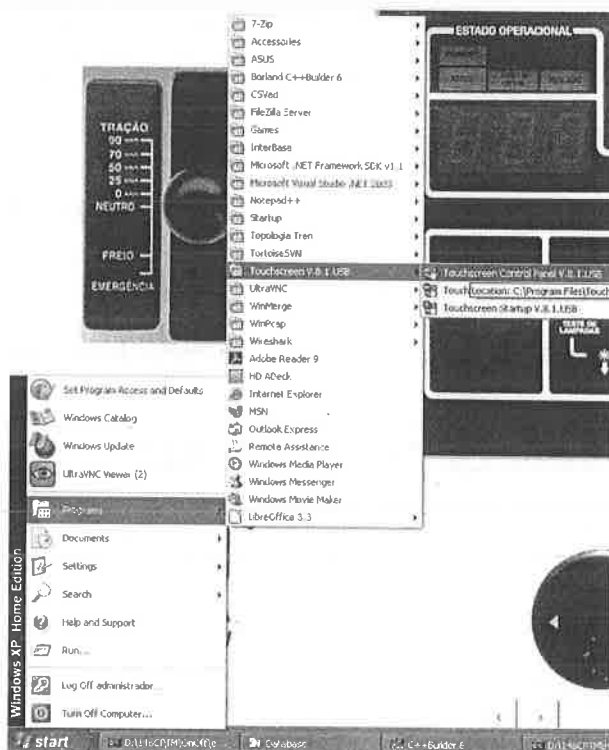

Figura 44: Paso 1 para calibración de las pantallas.
- Lanzar la aplicación, a la que se accede de la siguiente manera: Inicio → Programas → Touchscreen V.8.1.USB → Touchscreen Control Panel V.8.1.USB (según se ve en la Figura 44)